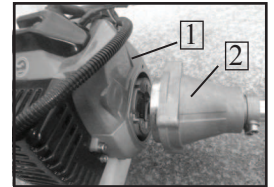

рис.2
6.1.1 Соедините корпус муфты сцепления 2 и двигатель 1, как показано на рис.2.